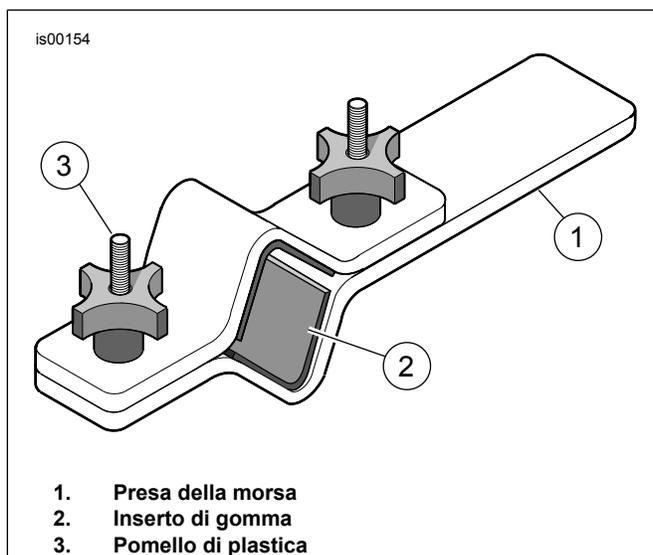

Figura 6. Staffa di sostegno della canna della forcella (HD-41177)
1. Vedere la figura 6. Installare la forcella nel supporto per tubi forcella (HD-41177) come segue:
- a. Bloccare orizzontalmente in una morsa l'estremità dell'attrezzo (1).